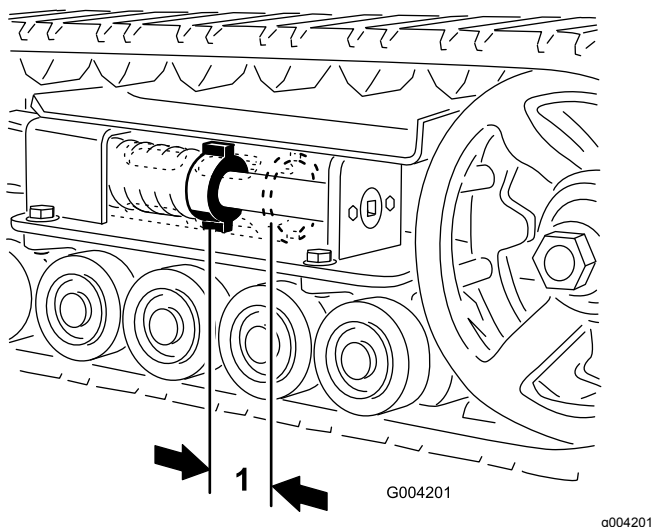

Рисунок 44
Между натяжной гайкой и задней стороной натяжной трубы должен быть зазор 7 см (Рисунок 44). Если это не так, отрегулируйте натяжение гусеницы, используя следующую процедуру:
5. Используя ключ с храповым механизмом на ½ дюйма, поворачивайте натяжной винт против часовой стрелки до тех пор, пока расстояние между натяжной гайкой и задней стороной натяжной трубы (Рисунок 44) не станет равным 7 см.
натяжной трубы (Рисунок 44) не станет равным 7 см.
18. Поворачивайте натяжной винт против часовой стрелки до тех пор, пока расстояние между натяжной гайкой и задней стороной натяжной трубы (Рисунок 44) не станет равным 7 см.